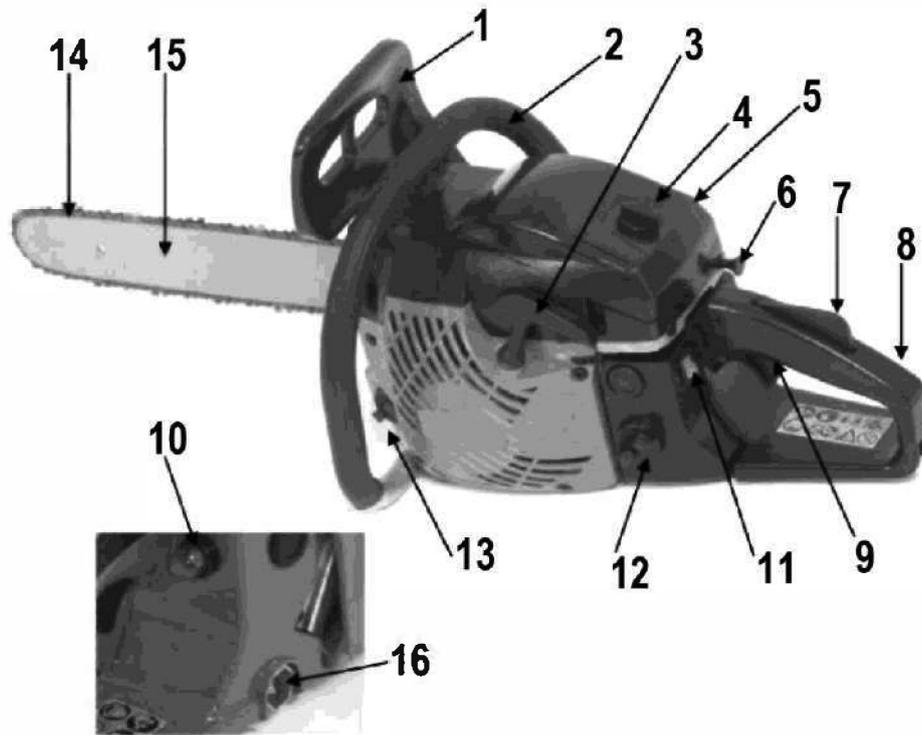
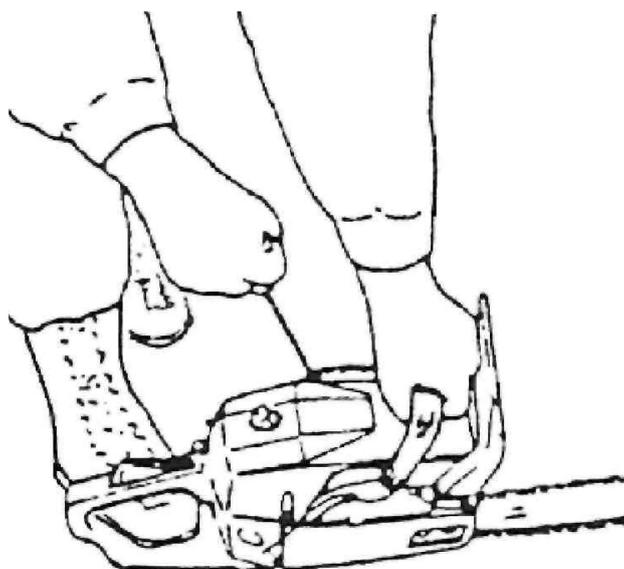

Рисунок 10
Рисунок 11
Пила оснащена механическим цепным тормозом. В случае отдачи рычаг тормоза цепи (рис.10 поз.1) активируется тыльной стороной руки оператора, и движение цепи пилы прекращается. Двигатель будет продолжать работать до тех пор, пока он не будет выключен.
1. Заполните баки топливом (рис.10 поз.12) и маслом для цепи (рис.10 поз.13) соответственно и надежно затяните крышки.
2. Убедитесь, что рычаг тормоза (рис.10 поз.1) полностью сдвинут вперед по направлению к цепи во включенное положение.
3. Переведите переключатель **вкл./выкл.** (рис.10 поз.11) вверх в положение (I).
4. Вытяните ручку воздушной заслонки (рис.10 поз.6) и установите ее в закрытое положение.
5. Медленно нажмите на пусковую «грушу» 5-10 раз (рис.10 поз.10).
6. Крепко удерживая пилу на земле (рис.11), трижды полностью вытяните шнур ручного стартера (рис.10 поз.3). Двигатель должен запуститься.
7. Удерживая кнопку блокировки дроссельной заслонки (рис.10 поз.7), нажмите на рычаг дроссельной заслонки (рис.10 поз.9), чтобы отключить ее. Если двигатель заглох или не запустился, несколько раз потяните шнур ручного стартера (рис.10 поз.3), пока двигатель не запустится.
8. Освободите рычаг тормоза (рис.10 поз.1), потянув его назад и установив в положение «выключено».
10. Удерживая кнопку блокировки дроссельной заслонки (рис.10 поз.7), нажмите рычаг дроссельной заслонки (рис.10 поз.9), чтобы увеличить обороты двигателя.